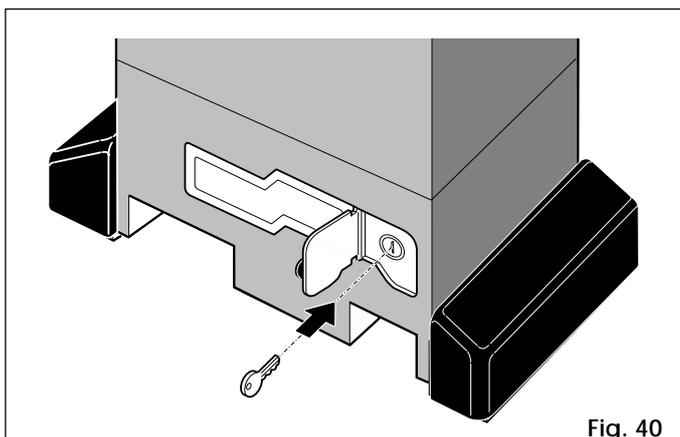

Fig. 40
- 1) Abrir la tapa de protección y poner la correspondiente llave de serie en la cerradura (Fig. 40).